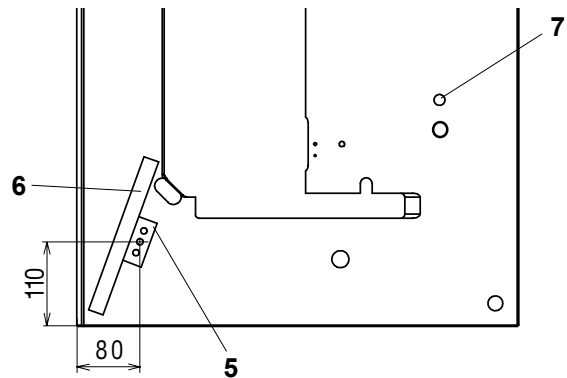

Abb. 8
5.1.1 Montage und Aufsetzen des Maschinenkopfes auf das Gestell (Abb. 8)
Den Stützstift, der sich im Maschinenzubehör befindet, ins Loch (7, Abb. 8) aufsetzen. Fadenführer auf das Maschinenkopf montieren.
Den Stützstift aus der Tischplatte herausnehmen (Abb. 8, Pos. 7), in die Löcher die Deckkappen (7) einsetzen.